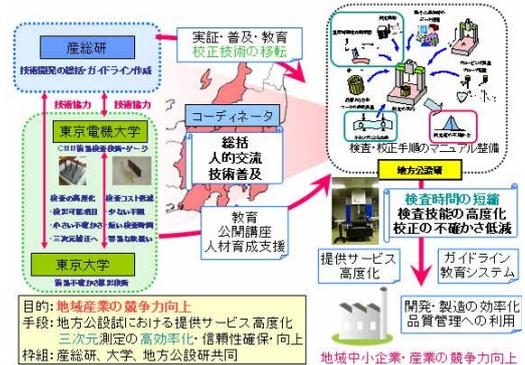

図 1 地域イノベーション CMM 事業概要
図 1 は、本事業の概要図である。本事業では、地域公設研の座標測定機による測定の高度化を図るための基本技術(①日常点検技術、②簡易不確かさ算出技術、③高精度測定技術)の開発を行い、依頼試験等の品質を向上させ地域中小企業の製品の付加価値を高めた地域産業力強化を目的として実施された。ここでは、日常点検用ゲージ開発について述べることとする。